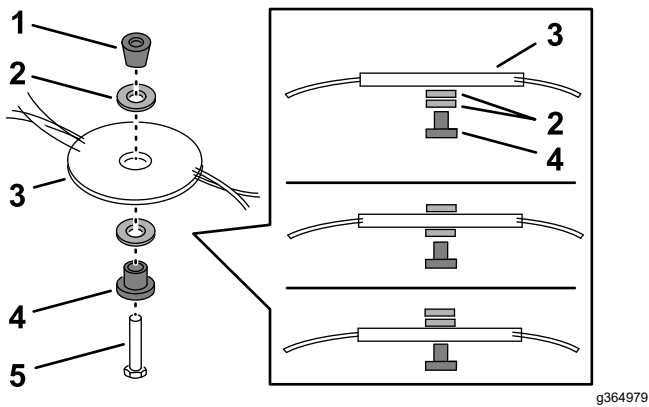

図 27
2. 図 27 のようにスペーサの位置を変更して刈り高を変更する。